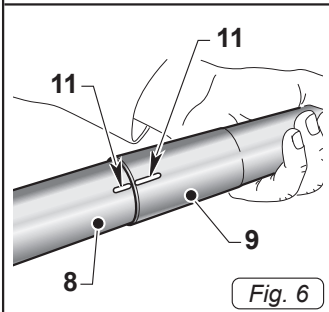

Fig. 6
- Agganciare le due prolunghe rigide (8 e 9 Fig. 6) facendo coincidere i due riferimenti (11 Fig. 6)